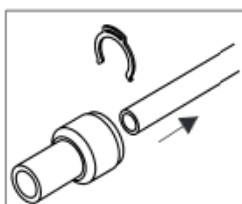

Fig. 3
3. Trageți de furtun înspre afară (fig.3)
3. Deșurubați conectorul din cartuşul vechi (fig.3)